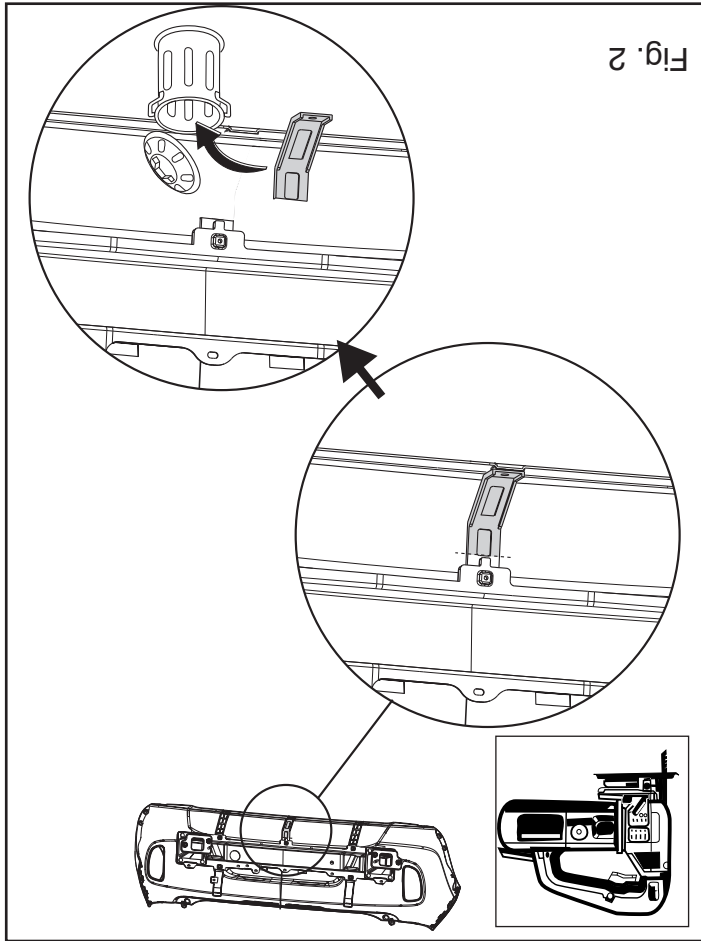

Fig. 2
3. Saw out the indicated section in accordance with figure 2.
3. Gemäß Abb. 2 das angegebene Teil herausschneiden.